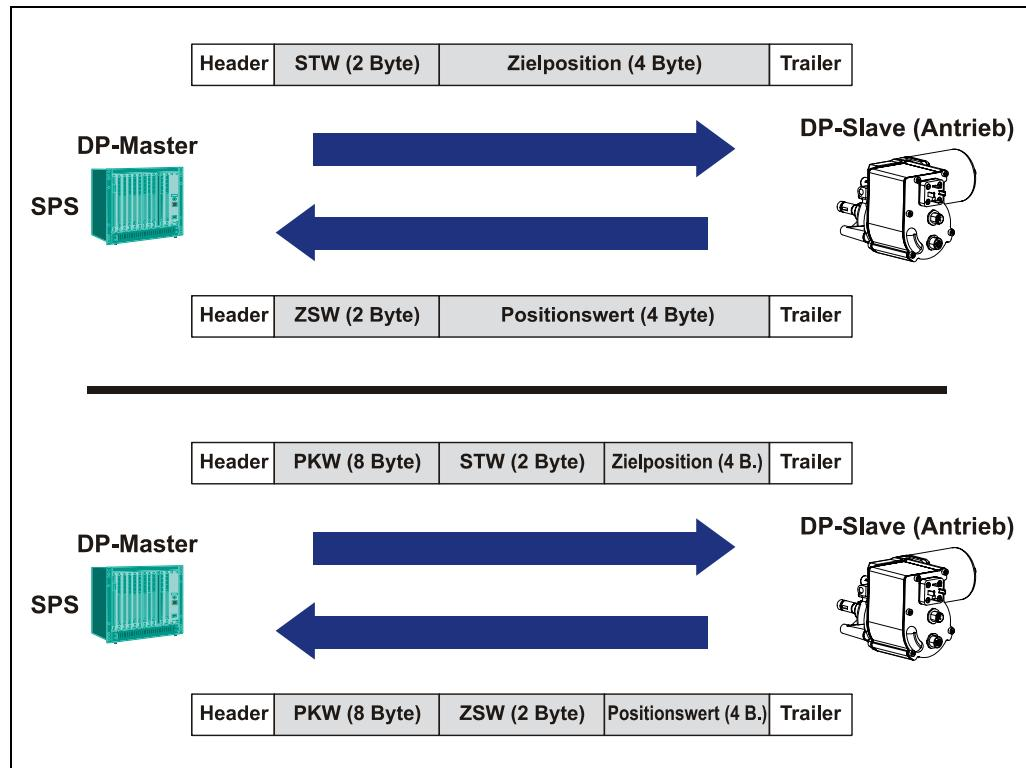

Abbildung 2: Zyklische Kommunikation mit (unten) und ohne PKW-Kanal (oben)
Abbildung 2 zeigt die Telegramme, welche im Rahmen des zyklischen Datenverkehrs zwischen DPM1 und Slave ausgetauscht werden. Als Prozessdaten wird dabei vom DPM1 zum Slave das Steuerwort und Zielposition, in Gegenrichtung das Statuswort sowie der Positionswert übertragen.
(vgl. Abbildung 2, Seite 13)
2. PKW-Kanal, PZD: wie in 1. (vgl. Abbildung 2, Seite 13)